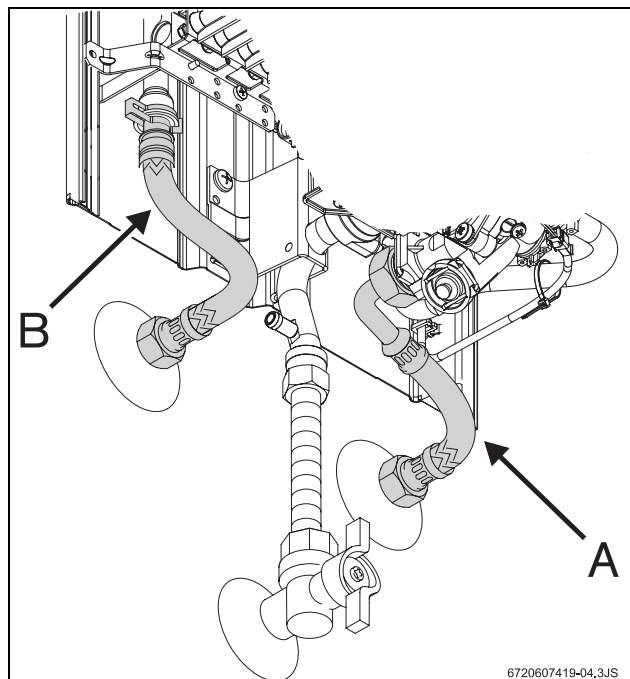

Fig. 5 Ligação da água
- Identificar a tubagem de água fria (Fig. 5, pos. A) e de água quente (Fig. 5, pos. B), de forma a evitar uma possível troca.